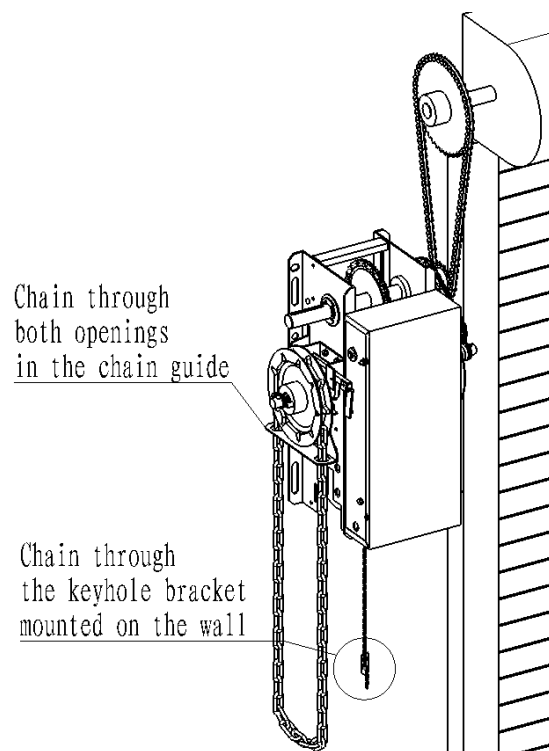

Figura 4
- 7) El gancho de la cadena debe estar fijado en la pared a aproximadamente 1 m del suelo, y la cadena del embrague está fijada en la puerta trasera de la palanca del embrague, y el gancho del embrague atraviesa el orificio de la cadena. (Ver figura 4)